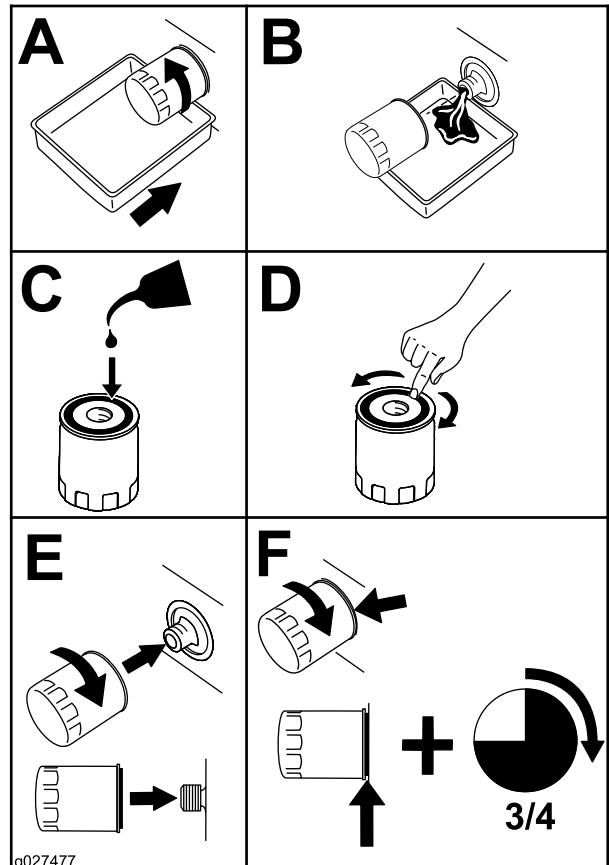

Figura 45
- Cambiate il filtro dell'olio del motore (Figura 45).